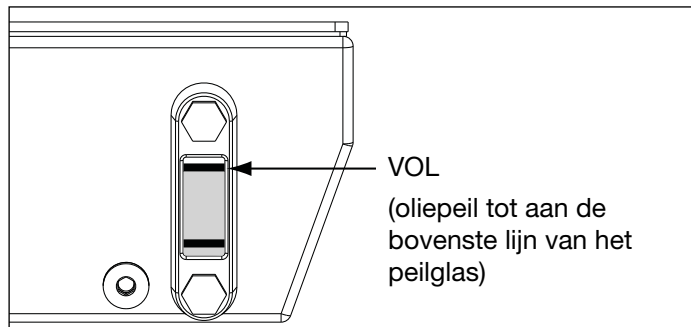

Figuur 1, Reservoir ontluchttingsdop en olievladdop
Zie Figuur 1. Voor de verzending is er een dop (A) in de ontluchttingspoort bovenop het reservoir geïnstalleerd. Voordat u de pomp gebruikt, vervang de transportdop (A) door de ontluchttingsdop (B) van het reservoir en de adapterfitting (C).
Controleer het oliepeil van de pomp vóór het opstarten. Het reservoir is vol wanneer het oliepeil tot aan de bovenste lijn van het kijkglas staat, zoals weergegeven in Figuur 2. Indien nodig, vul olie bij door de olievladdop (D) te verwijderen van de vulbuis, zoals weergegeven in Figuur 1. Gebruik Enerpac HF olie (ISO kwaliteit 32).